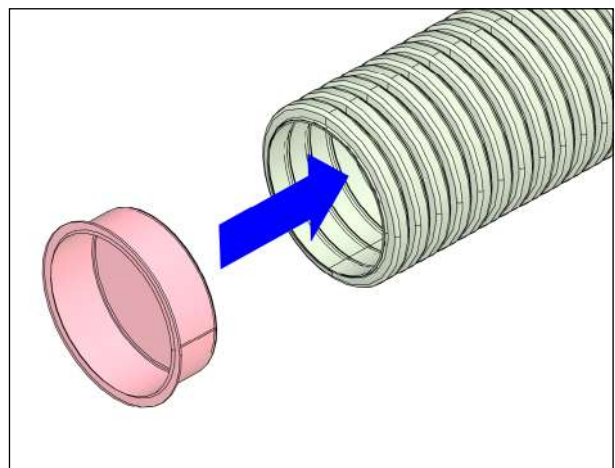
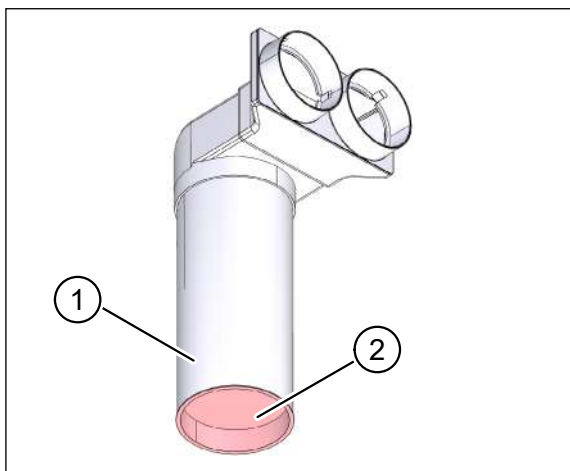
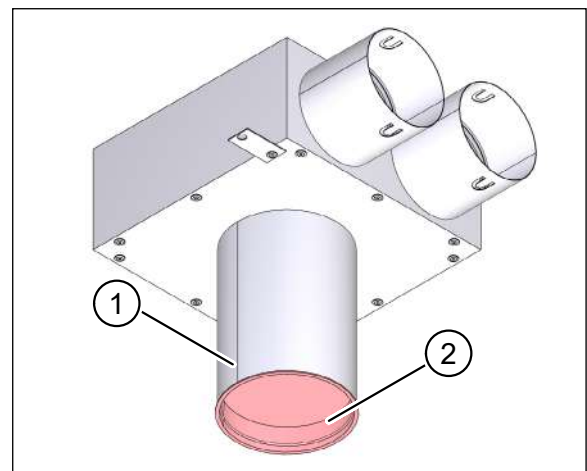

Abb. 12: Beispiel Öffnung am Flexrohr verschließen
Abb. 14: Deckenkasten Kunststoff einsetzen
Abb. 15: Deckenkasten Stahlblech einsetzen
- ▶ Verschließen Sie während der Bauphase alle Öffnungen an den Komponenten des Flexrohrsystems, um ein Eindringen von Schmutz zu verhindern (siehe z. B. Abb. 12 bzw. Abb. 14 und Abb. 15 auf Seite 14).
- ▶ Kürzen Sie das Lüftungsrohr (Pos. 1 in Abb. 14 bzw. Abb. 15) des Deckenkastens gemäß den Planungsunterlagen. Beachten Sie die Mindestunterdeckung (siehe Tab. 1 auf Seite 4).
- ▶ Verschließen Sie die Öffnung am Lüftungsrohr mit der roten Verschlusskappe (Pos. 2 in Abb. 14 bzw. Abb. 15), um ein Eindringen von Schmutz zu verhindern.